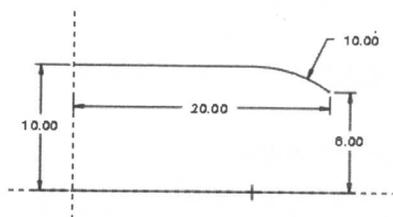

图 1-8
① 单击  按钮，打开〔草绘〕对话框。
② 选择 TOP 基准面为草绘平面，接受系统默认的设置，单击【草绘】按钮，进入草绘工作界面。
③ 绘制如图 1-8 所示的曲线。